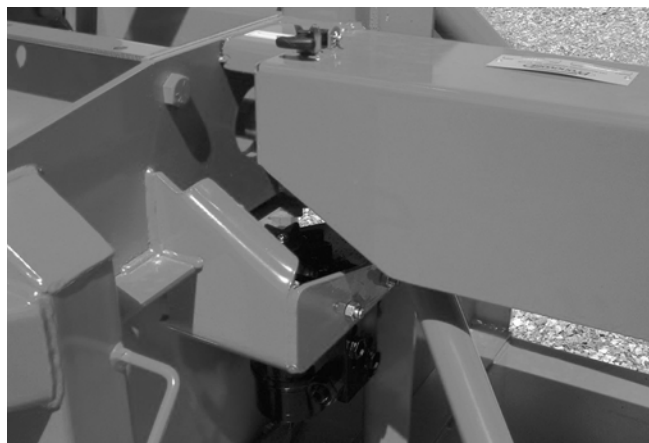

Figure 24
- 7) Refermer le protecteur (Fig. 24).